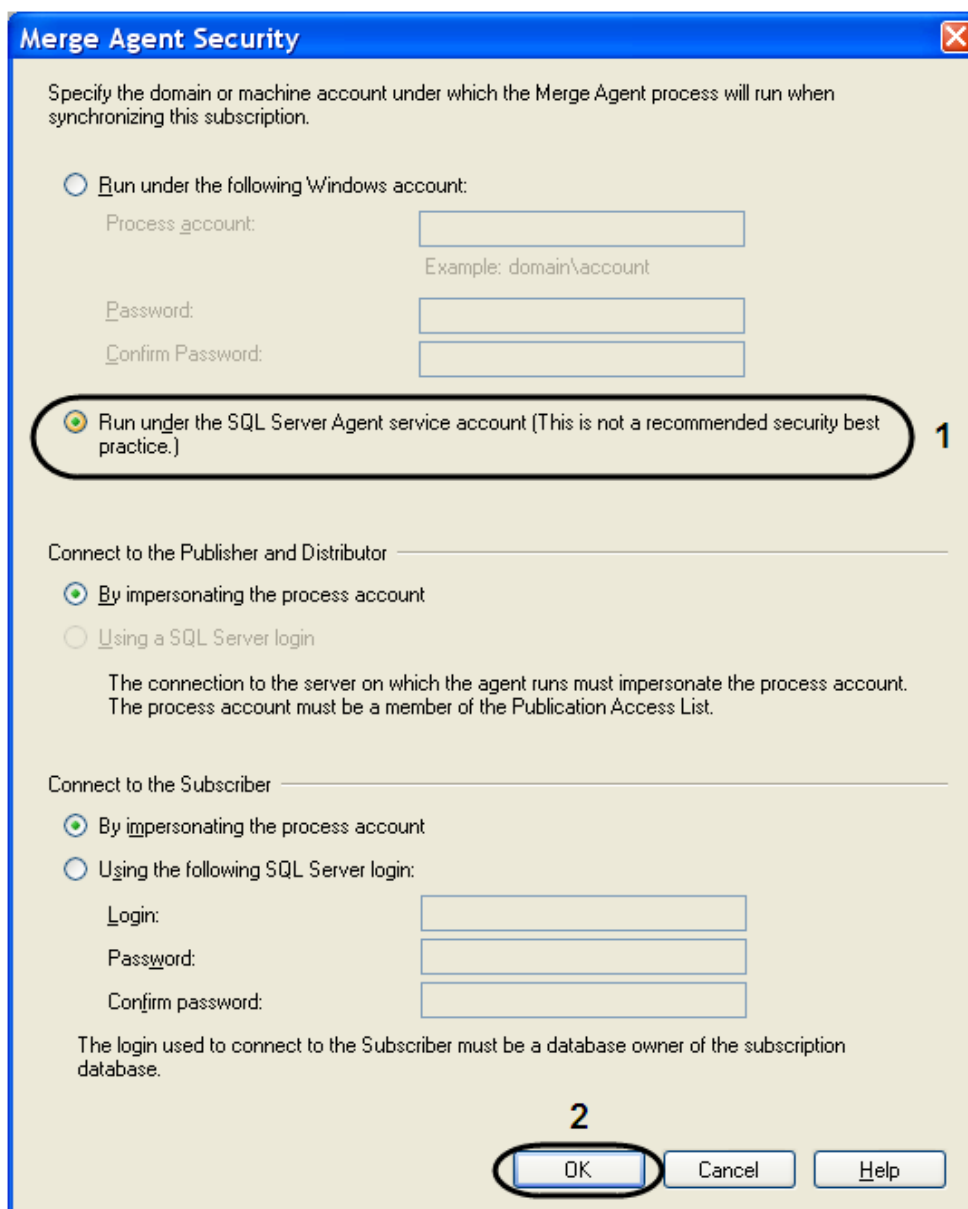

Рис. 11.3—17. Окно «Merge Agent Security»
15. Для продолжения нажать кнопку «Next>» (Рис. 11.3—16).